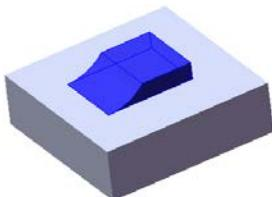
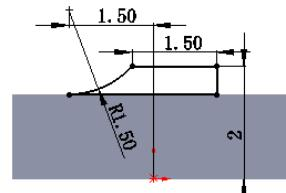

图 4.5 凸台-拉伸 2
图 4.6 横断面草图
(4) 单击 **按钮**，完成凸台—拉伸 1 的创建。
Step3. 创建图 4.5 所示的零件基础特征——凸台—拉伸 2。选择下拉菜单 **插入(I)** → **凸台/基体(B)** → **拉伸(E)...** 命令；选取前视基准面作为草图平面，绘制图 4.6 所示的横断面草图；在 **方向1** 区域的 **下拉列表** 中选择 **两侧对称** 选项，在 **文本框** 中输入深度值 2.0，选中 **合并结果(M)** 复选框；单击 **按钮**，完成凸台—拉伸 2 的创建。